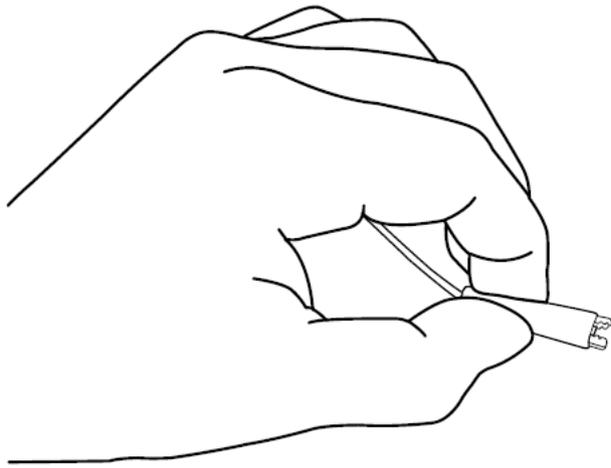

Figura 38. Presionar la pinza de cocodrilo para accionar el cable monopolar.
3. Presione la parte inferior de la pinza de cocodrilo para accionarla y conéctela a un elemento de referencia, como un instrumento quirúrgico que esté conectado al paciente (Figura 38).